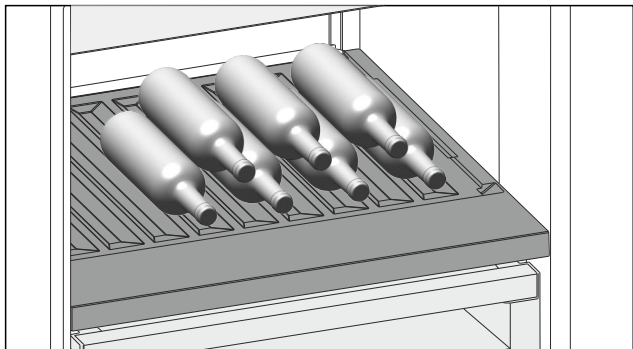

Fig. 225 Ilustrativni primjer
- ▶ Stavite boce s dnom prema stražnjoj stijenci hladnjaka. (pogledajte Fig. 225)